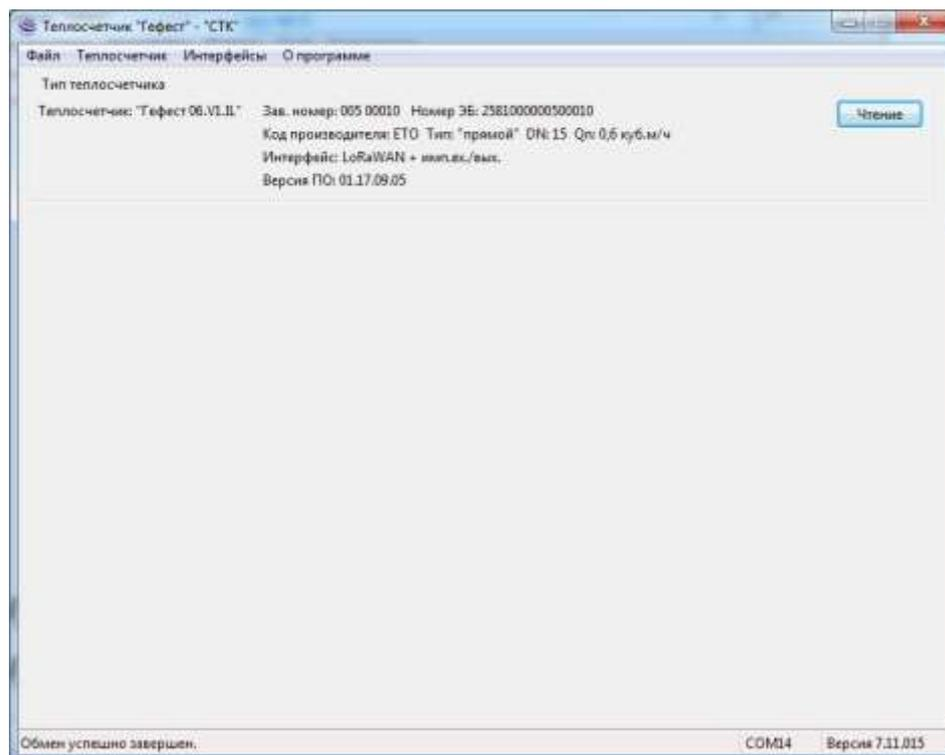

Рисунок 8. Основное окно программы Gefest\_Service.exe
6.3.1. После подключения к счетчику тепла и нажатии кнопки «Чтение» в основном окне программы (рисунок 8), на панели «Тип теплосчетчика» выводится его тип, заводской номер, тип интерфейса, версия встроенного ПО счетчика и ряд других параметров.